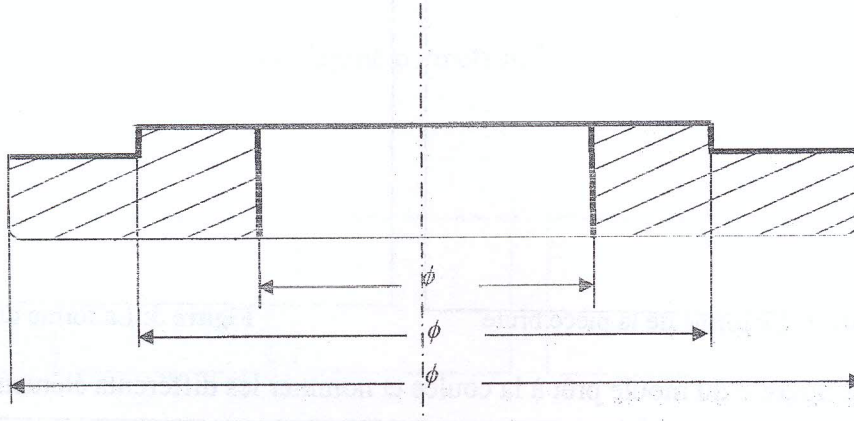

Figure1 : Couvercle
On se propose d'étudier le dossier de fabrication en se limitant à l'élaboration du brut d'une série de 5000 couvercles (figure1) par an durant 5 ans.
5) Proposer sur le dessin ci dessous (figure1) le plan de joint le plus approprié.